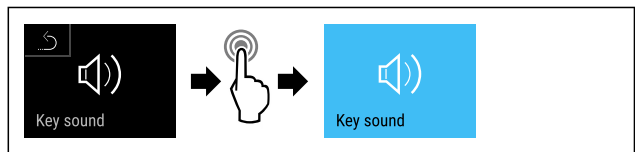

Fig. 94
- ▶ Efectuați pașii de acțiune (vezi Fig. 94).